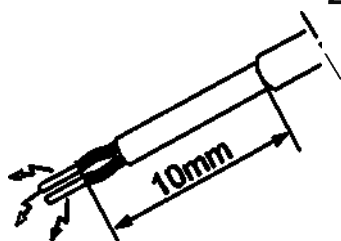

Рис. 4
Безопасное расстояние от частей инструментов ВЧ, ведущих ток высокой частоты, до дистального конца стержневой трубки должно составлять во время активации мин. 10 мм до дистального конца стержневой трубы (4) (рис. 4)